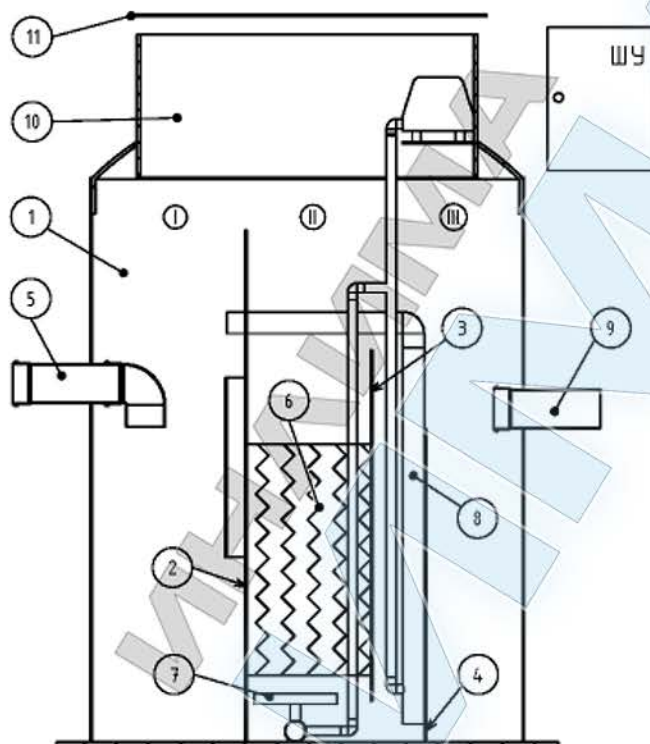

Рисунок 1. Общий вид (разрез) устройства БИОС-ОПТИМА.
2.1 Общий вид (разрез) устройства БИОС-ОПТИМА вертикального исполнения приведен на рис. 1.